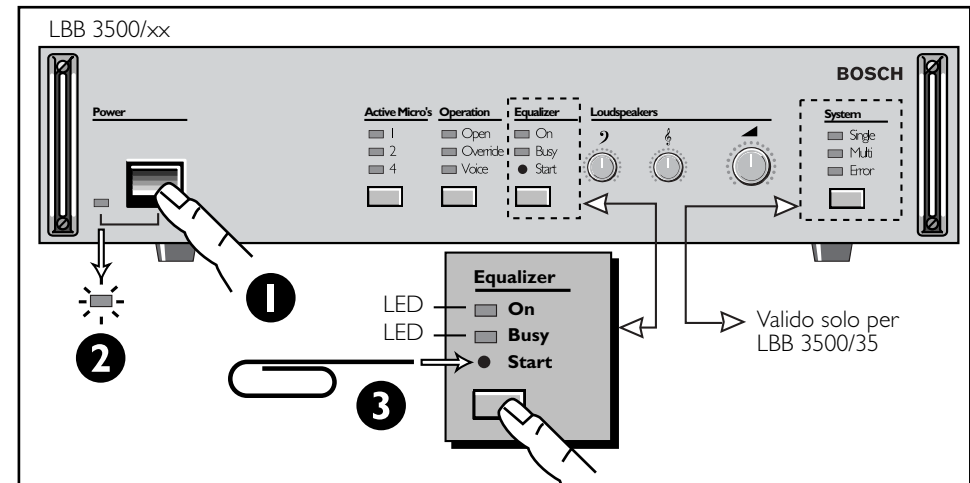

FIG. 11-1 De-initializing CCU
11.1.1 Inizializzazione di un sistema stand-alone (FIG. 11-1)
1. Premere il pulsante di equalizzazione incassato "Start" localizzato sulla parte anteriore della CCU per inserire il modo di selezione del microfono (fare riferimento alla FIG. 11-1). L'inserimento in questo modo viene indicato dall'accensione del LED.